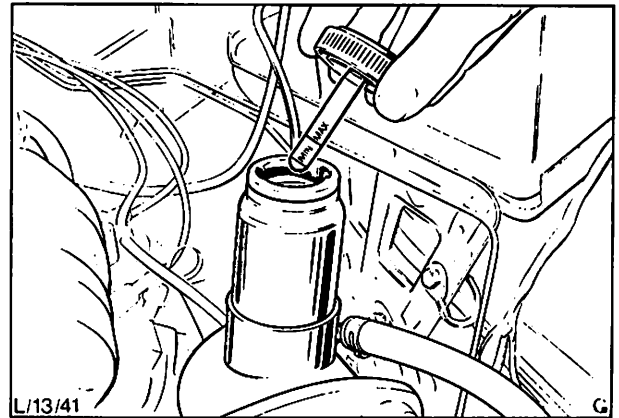

Abb. 12 Meßstab – Vorratsbehälter
1. Hydraulikölstand im Vorratsbehälter prüfen: Einfüllkappe des Behälters, Abb. 12, entfernen. Meßstab mit einem flusenfreien Tuch abwischen und Kappe wieder aufsetzen. Einfüllkappe erneut entfernen und Ölstand ablesen. Falls erforderlich mit Hydrauliköl (Spezifikation siehe Technische Daten) nachfüllen.